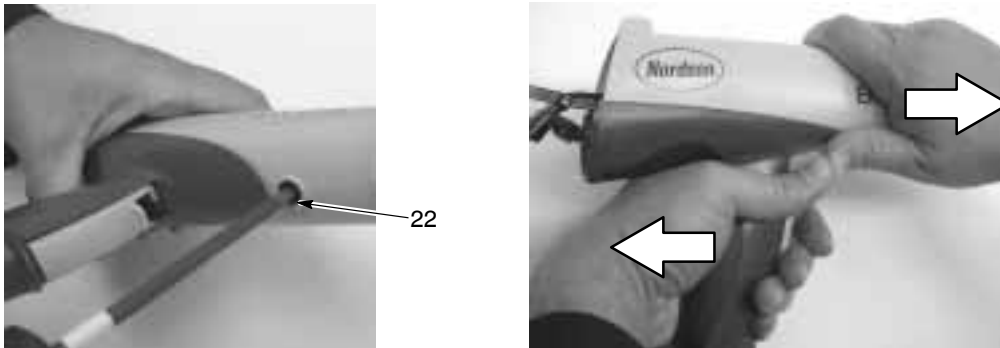

Bild 6-2 Delning av pistolkropp och handtag
4. Se bild 6-2. Skruva ur den svarta nylonkruven (22) ur pistolkroppen.